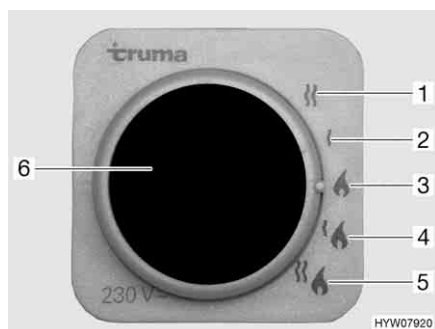

Fig. 179 Selettore di energia per riscaldamento/boiler
- Funzionamento a gas (Fig. 179,3)
- Funzionamento elettrico a 230 V con gradi di potenza da 900 W (Fig. 179,2) oppure 1800 W (Fig. 179,1)
- Funzionamento a gas e funzionamento elettrico a 230 V (funzionamento misto) con gradi di potenza da 900 W (Fig. 179,4) oppure 1800 W (Fig. 179,5)
Se viene selezionato il funzionamento elettrico a 230 V, la spia gialla di controllo si accende (Fig. 179,6).